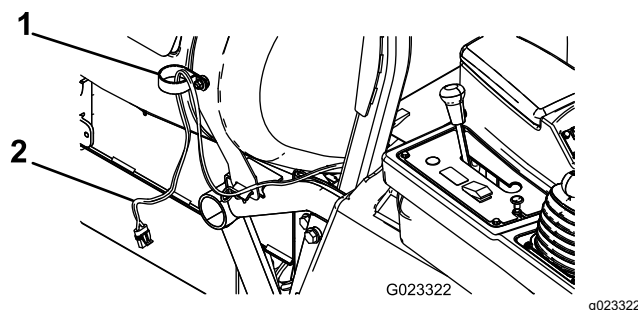

Bild 2
4. Befestigen Sie eine kleine R-Klemme mit einer Bundmutter (3/8") an der Schlossschraube, wie in Bild 2 dargestellt.
5. Führen Sie das Ende des Kabelbaums mit der Schlauchtrommel durch die R-Klemme, wie in Bild 2 abgebildet.